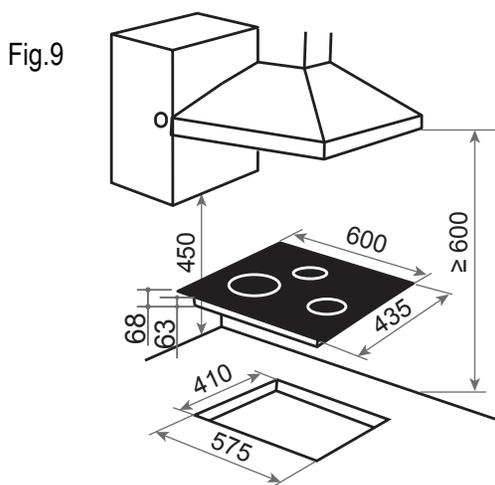

Fig.9
1. Corte un hoyo en el mueble con las medidas de empotrado (fig.9).
Nota 2: Elementos colgantes sobre la encimera como campanas u otros sistemas de extracción no se permiten a menos de 600 mm de los calentadores (fig.9).